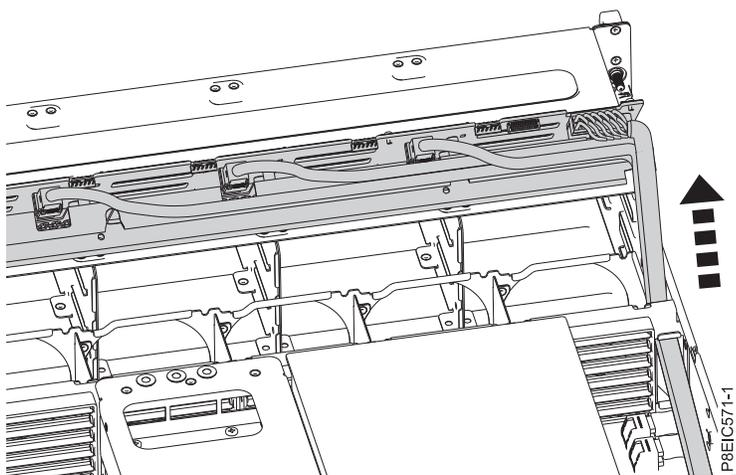

Figura 28. Extracción de los cables
10. Pase con cuidado los cables de señal de la unidad, el cable de alimentación de la unidad y el cable de control del ventilador a través del chasis para extraerlos, tal como se muestra en Figura 28.